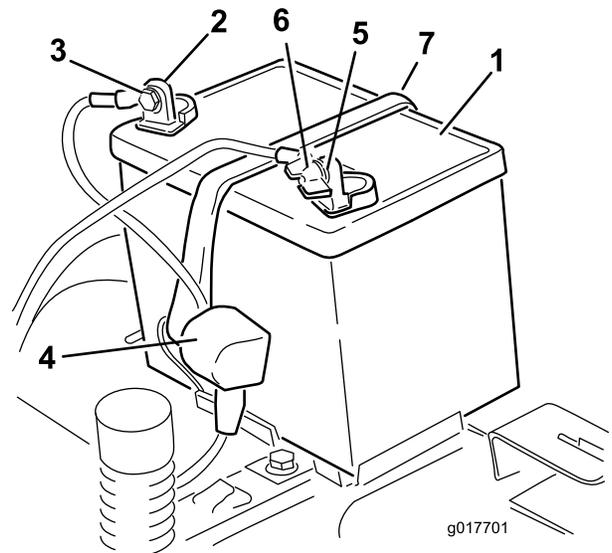

図 38
4. バッテリー端子からマイナスケーブル黒を外す 図 38。ねじ類はすべて保管しておく。
5. プラス赤ケーブルのゴムカバーを外す。バッテリー端子からプラス赤ケーブルを外す 図 38。ねじ類はすべて保管しておく。
6. バッテリー押さえを外して、バッテリートレイからバッテリーを取り出す 図 38。
1. バッテリーをトレイに載せる 図 38。
5. バッテリー押さえを使ってバッテリーを固定する 図 38。